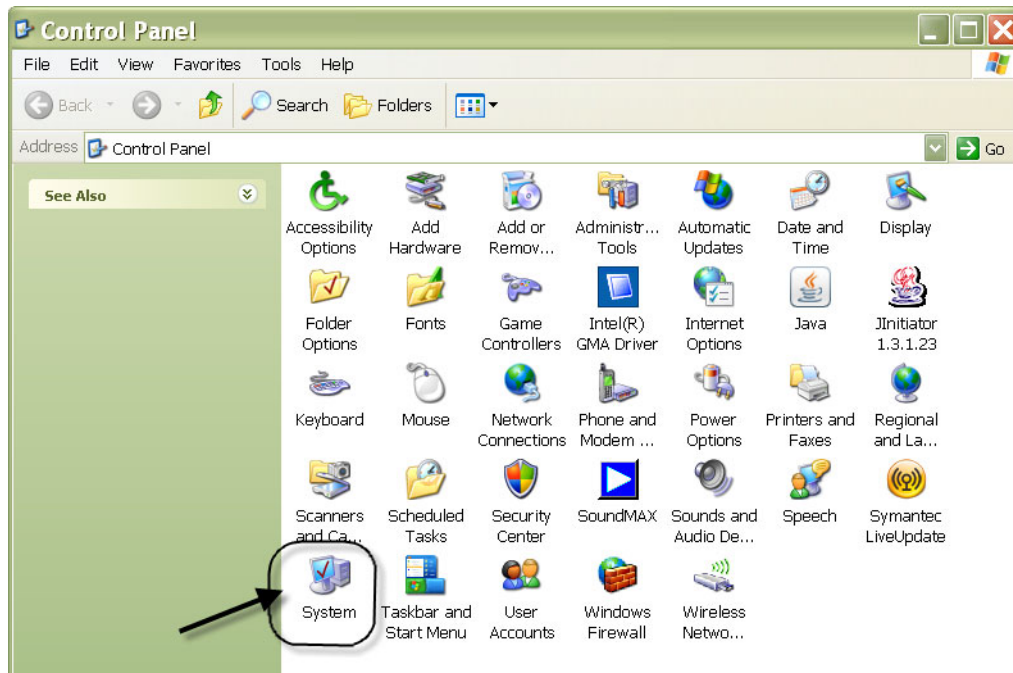

Рис. 191
2. Появится «Панель управления» (Рис. 191).